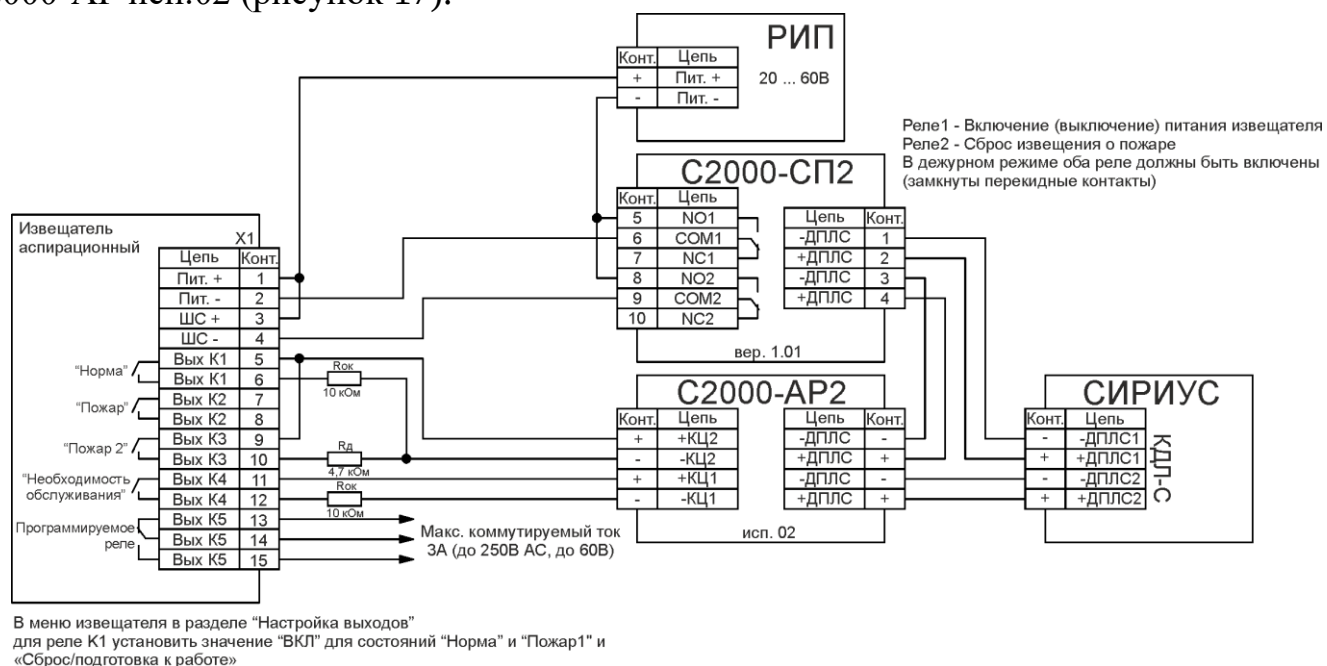

Рисунок 17 – Схема подключения к ППКУП «СИРИУС»
19.2 Схема подключения к ППКУП «СИРИУС» через адресную метку С2000-АР исп.02 (рисунок 17).